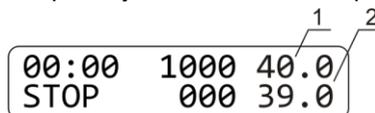

Рисунок 4. Дисплей после калибровки:
- 6.5 Дисплей покажет откалиброванные значения температуры (рис. 4/1), а прибор продолжит термическую стабилизацию согласно ранее установленной температуре.